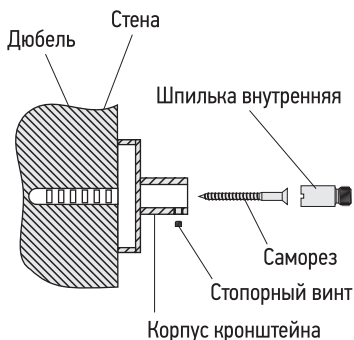

Рис. 7
4.1.3. Кронштейн телескопический (рис. 7).....	1 шт.
4.2.3. Кронштейн телескопический (рис. 7).....	2 шт.
4.3. Полотенцесушитель крепится к стене телескопическими кронштейнами, что позволяет регулировать расстояние до стены (рис. 7).